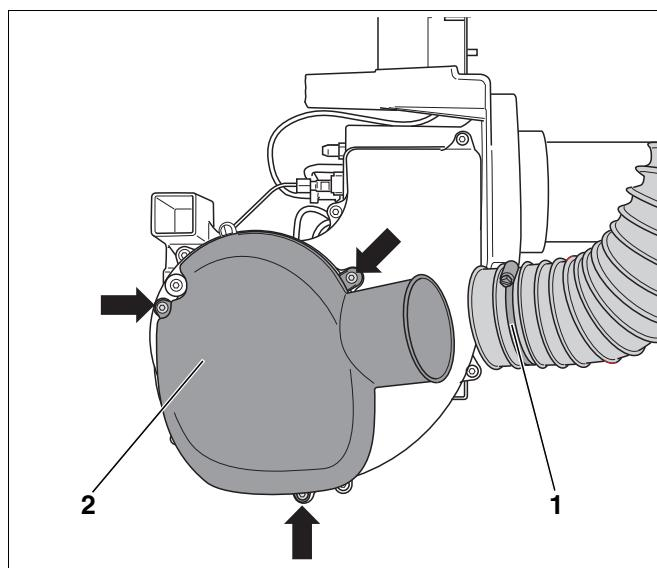
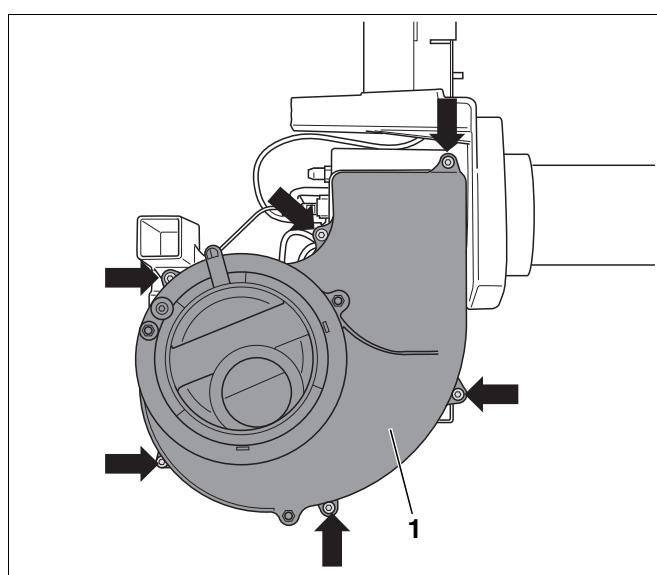

Рис. 21 Демонтировать глушитель на всасывании
Рис. 22 Демонтаж кожуха вентилятора
- Ослабить хомут (Рис. 21, поз. 1) на шланге подачи воздуха для горения при работе с забором наружного воздуха.
- Открутить крепежные винты (Рис. 21, указаны стрелками) и снять глушитель на всасывании (Рис. 21, поз. 2).
- Открутить шесть крепежных винтов (Рис. 22, указаны стрелками) и снять кожух вентилятора (Рис. 22, поз. 1).
- Закрепить кожух вентилятора (Рис. 22, поз. 1) и глушитель на всасывании (Рис. 21, поз. 2).
- Ослабить хомут (Рис. 21, поз. 1, стр. 26) и снять шланг всасывания.